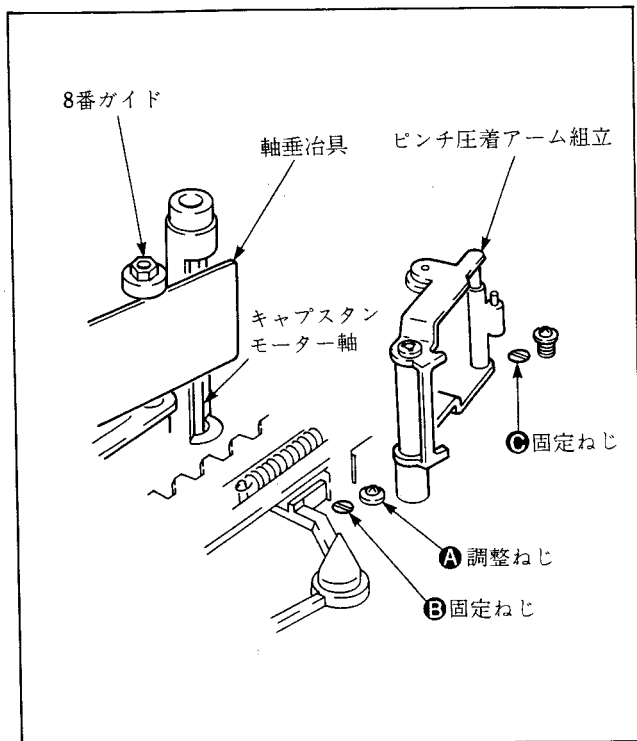
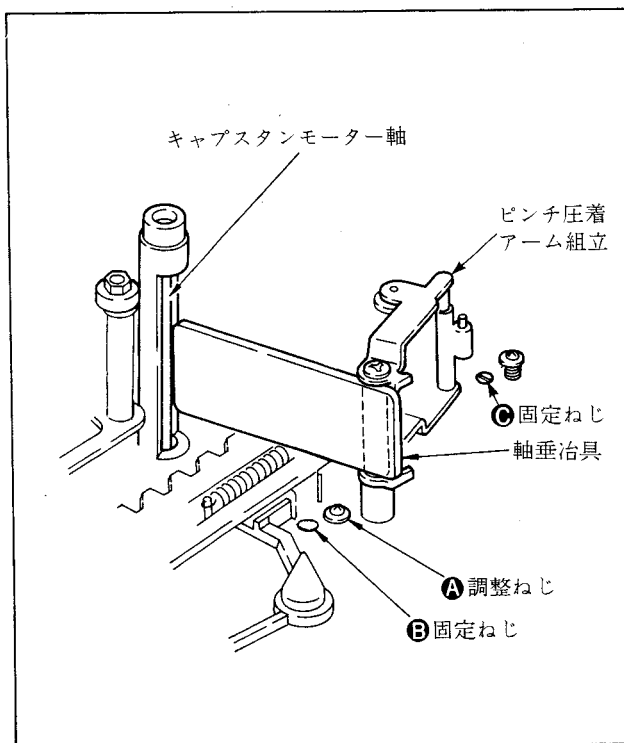

図3-10.
図3-11.
- 1) 固定ねじ**③**をゆるめる。
- 2) 図3-10に示すように、治具(Jig Ref No. J-2)をキャプスタンモーター軸と8番ガイドスリーブに垂直にあてる。
- 3) 調整ねじ**①**を回し、キャプスタンモーター軸を垂直に合わせる。
- 4) 図3-11に示すように治具をキャプスタンモーター軸とピンチ圧着アーム組立の10番ガイド軸に垂直にあてる。
- 5) 固定ねじ**④**を締めてキャプスタンモーター軸が垂直になるようにキャプスタンモーターを固定する。
- 6) 再度図3-10のように治具をあてキャプスタンモーター軸の軸垂を確認する。垂直でない場合は、3)から繰り返す。
- 7) 固定ねじ**③**を締めてキャプスタンモーターを固定する。